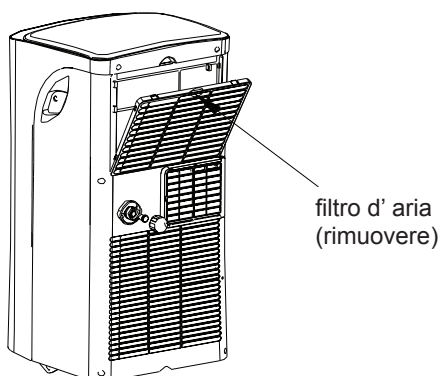

Fig. 24
Rimuovere il filtro dell'aria lungo la direzione della freccia (Fig. 24)
- Togliere il tappo dall'uscita di scarico di fondo, e lasciare che tutta l'acqua nella vaschetta inferiore venga scaricata (vedi Fig. 24).